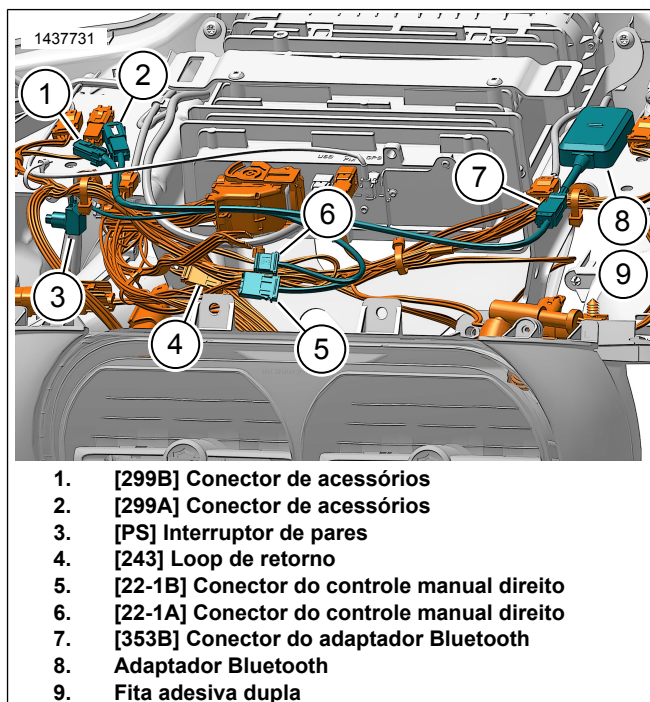

Figura 15. Chicote de fios do adaptador Bluetooth Fairing montado em quadro (2014-2016)
1. Veja a figura 15. Instale e direcione o chicote de fios do adaptador Bluetooth por baixo da carenagem.